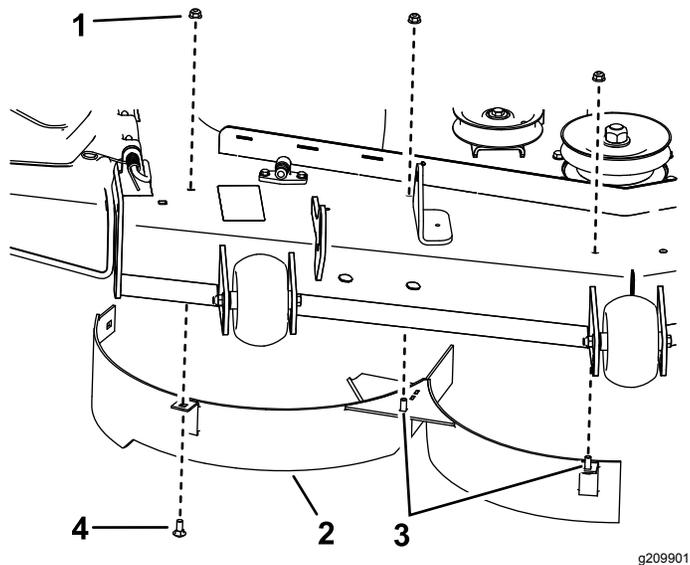

Bild 6
2. Befestigen Sie das rechte Ablenkblech mit einer Schlossschraube (5/16" x 3/4") und drei Muttern (5/16"), wie in Bild 6 abgebildet. Ziehen Sie die Befestigungen handfest an.